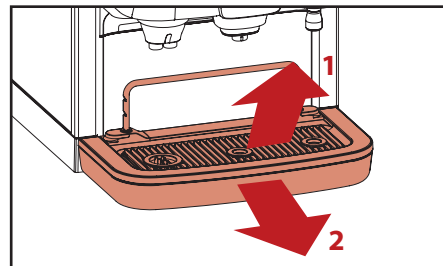

Рис. 5.3 — Удаление чашки и поддонов
2. Уберите поднос для чашек из бара. (Рис. 5.3, 1).
3. Уберите сливной поддон. (Рис. 5.3, 2).